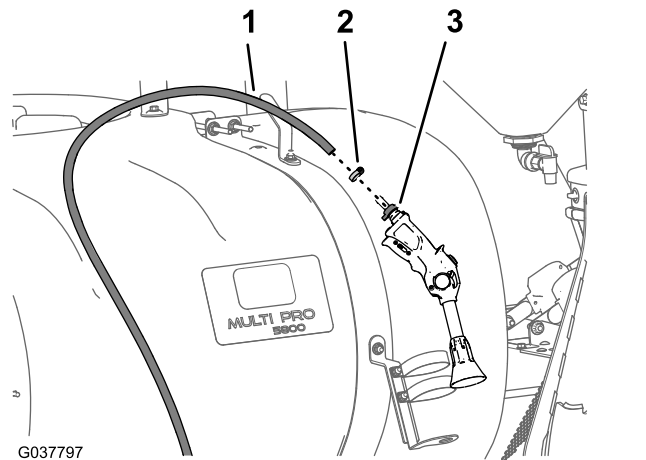

Figure 39
1. Retirez le collier qui fixe le flexible d'alimentation à l'embout cannelé du pistolet-pulvérisateur (Figure 39).
2. Retirez le flexible de l'embout cannelé (Figure 39).